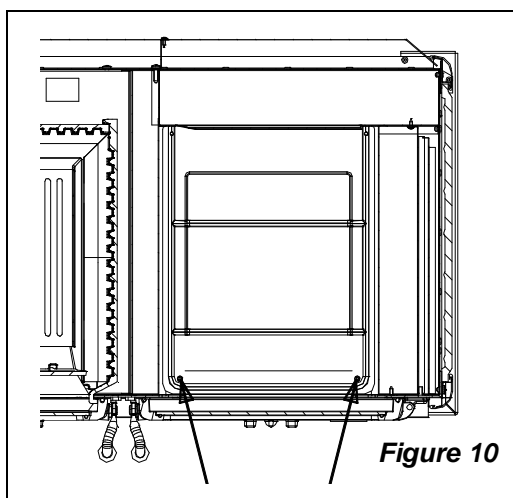

Figure 10
2. Dévisser les 2 vis qui fixent le panneau à la base du four en proximité du seuil (voir Figure 10);